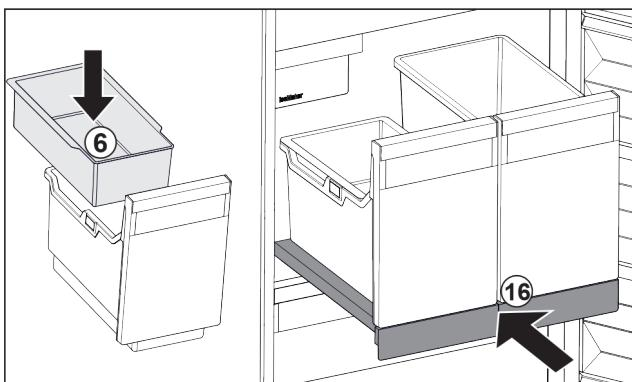

Fig. 111
- Вставить підвісний лоток Fig. 111 (6) для кубиків льоду.
- Вставити витяжну панель з резервуаром (IceTower). Fig. 111 (16)